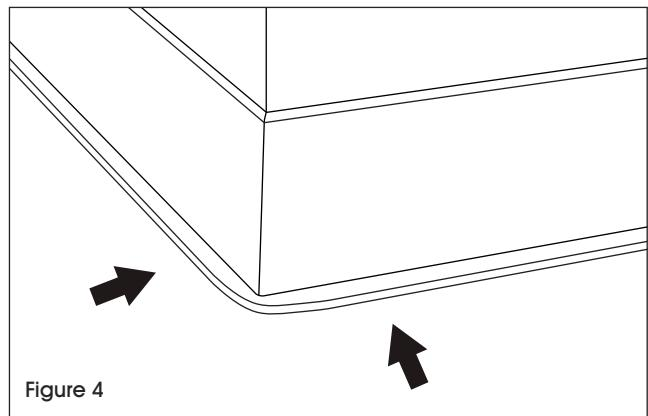

Figure 4
4. Appliquez l'adhésif et posez la plinthe sur le mur. Appuyez-la fermement sur le mur et utilisez un renfort si nécessaire. Utilisez un chiffon propre et humide pour refroidir la plinthe si elle est chaude après le processus de chauffage. (Voir Figure 4)